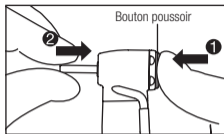

Fig. 3
- 1) Insérez la fraise dans le mandrin (Fig. 3).
- 2) Appuyez sur le bouton poussoir pour ouvrir le mandrin ( ❶ ).
- 3) Insérez complètement la fraise dans le mandrin jusqu'à ce qu'il s'arrête ( ❷ ) puis relâchez le bouton poussoir.